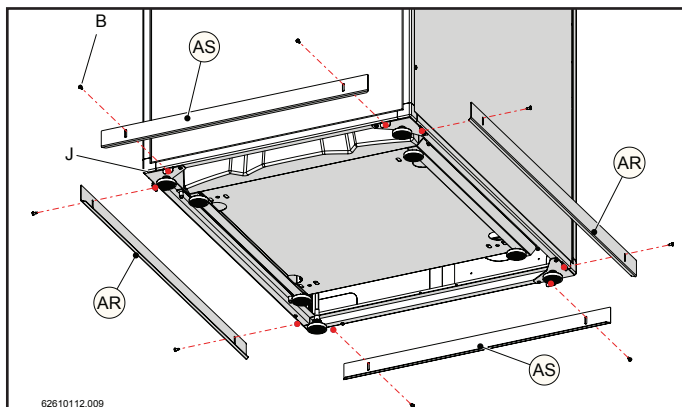

Figure 13-30
- 16.- Fixer enfin les tôles (AR) et (AS), à l'aide des vis « B » au châssis inférieur « J », comme indiqué dans les figures 13-30 et 13-31.